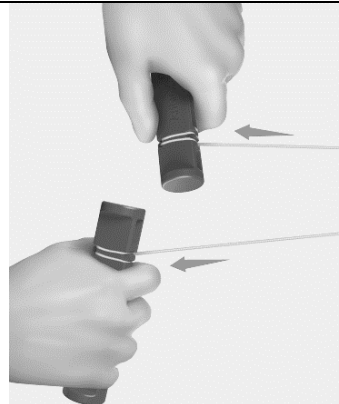

Figura 6
6. Enrole o fio nos tensionadores para realizar a tração e compressão do sistema (figura 6).